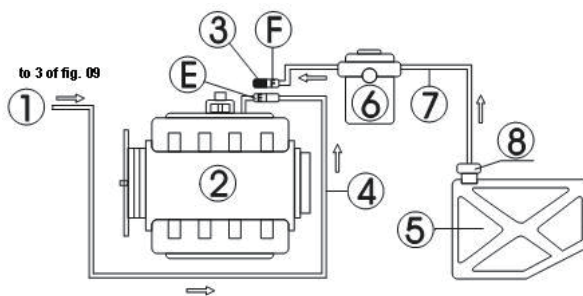

Рис.10
- Отсоедините шланги подачи топлива (E, F) топливной системы двигателя (оберните разъем при отсоединении), а затем выберите подходящий разъем и подсоедините его к концу E. Снова подсоедините шланг выхода топлива из колодца агрегата и подвесьте шланг возврата топлива. См. рис.10.
- Остановите другой конец отсоединенного конца (F) соответствующей пробкой (используйте, когда топливный насос имеет только функцию возврата топлива), или снимите предохранитель топливного насоса, или отсоедините кабель питания топливного насоса.